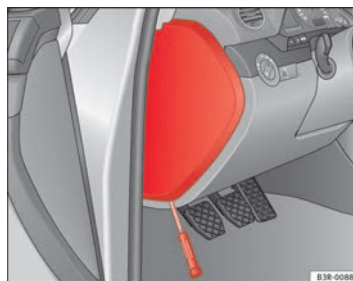

Fig. 202 Lato sinistro della plancia portastrumenti: copertura della scatola dei fusibili
- Rimuovere la copertura usando un cacciavite ⇒ pag. 274, fig. 202.